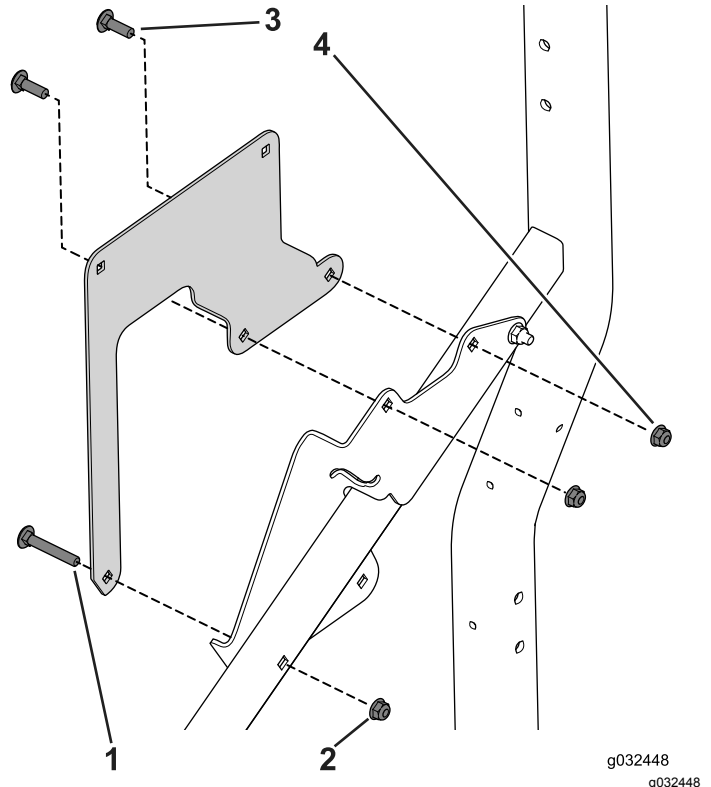

Figura 33
1. Utilice los 3 pernos de cuello cuadrado (5/16" x 2" y 5/16" x 1") y 3 tuercas con arandela prensada para sujetar el soporte al bastidor (Figura 33).